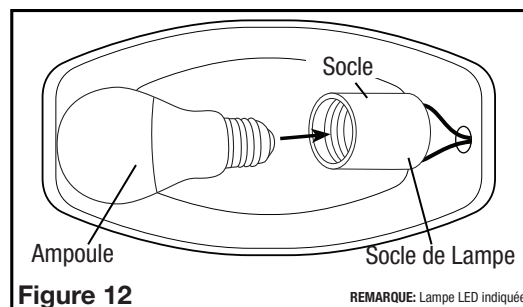
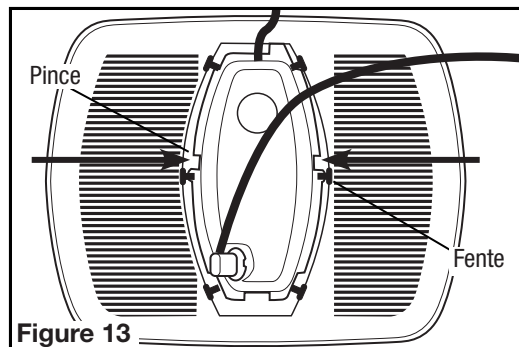

Figure 12
Figure 13
4. Installez la lampe incluse dans le support de lampe E26 (base à vis) (Figure 12).
5. Installez le réflecteur sur la grille en plaçant les fentes sur le côté du réflecteur au-dessus des pinces de la lentille, près du centre de la grille. Tout en pressant le milieu du réflecteur, faites-le glisser de sorte que les encoches en plastique reposent sous les clips de l'objectif et le réflecteur soit sécuritaire (Figure 13).
3. **Remplacer la lampe :** coupez l'alimentation de l'appareil. Retirez la grille en tirant vers le bas sur la grille et en serrant ensemble les ressorts de la grille pour libérer le logement (Figure 13). Retirez le réflecteur de la grille en faisant glisser les encoches du réflecteur du dessous des pinces des lentilles du gril (Figure 12).